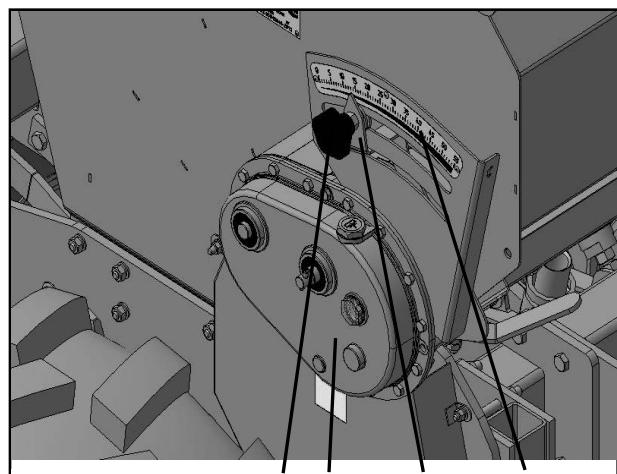

Рисунок 6.4
6.3.1 Установить указатель 1 на шкале 2 вариатора привода зерновых катушек 3 (рис. 6.4) (слева на бункере) на необходимое деление. Положение указателя 1 определить по графику 6.1 или 6.2.
Решение: Найти на оси «норма» графика 6.2 значение 200, подняться вверх до пересечения с линией графика «пшеница». От точки пересечения, проведённой нами линии с линией графика, провести горизонтальную линию. Этим, мы определим положение указателя 1 (рис. 6.4) на шкале 2 вариатора 3.
6.3.2 Для установки нормы высева произвести пробный проверочный высев на месте. Определение высева прокруткой вариатора привода зерновых катушек 3 (рис. 6.4) на стационаре для сокращения времени произвести из расчета посева сеялкой 1/100 га (100 м^2).
Если при проверке окажется, что семян высевается меньше или больше требуемой нормы, повторить прокрутку, изменив положение узкотеля 1 (рис. 6.4) на шкале 2 вариатора 3. Так проверять до тех пор, пока не будет получен желаемый результат.